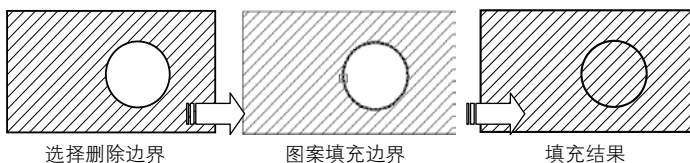

图 2-74 删除边界的图案填充
- **【删除边界】**按钮: 单击该按钮后, 可以从边界定义中删除以前添加的任何对象, 其过程如图 2-74 所示。